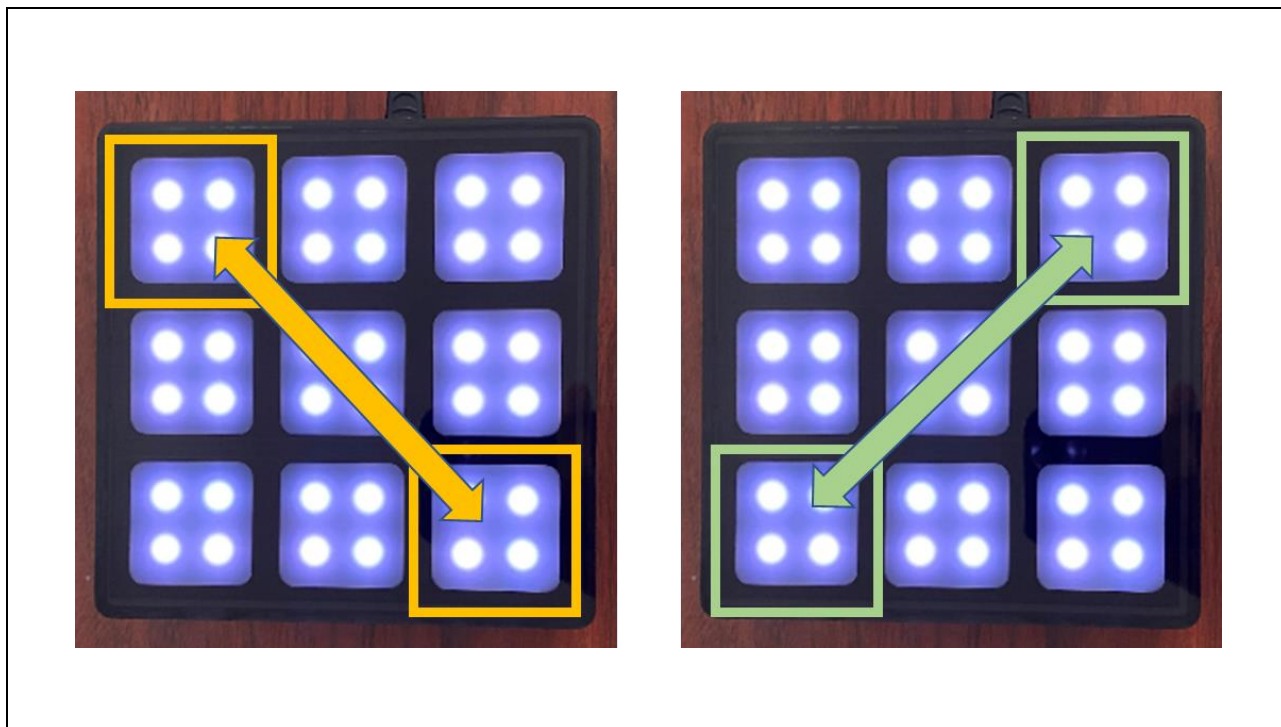

図 4.2 操作での低消費電力待ち受けモードへ遷移方法
- ・ 非タッチ状態で 15 秒経過もしくは図 4.2 のように対角線上のボタン 2 つを同時に 3 秒認識させることで、通常動作モードから低消費電力待ち受けモードへ遷移します。